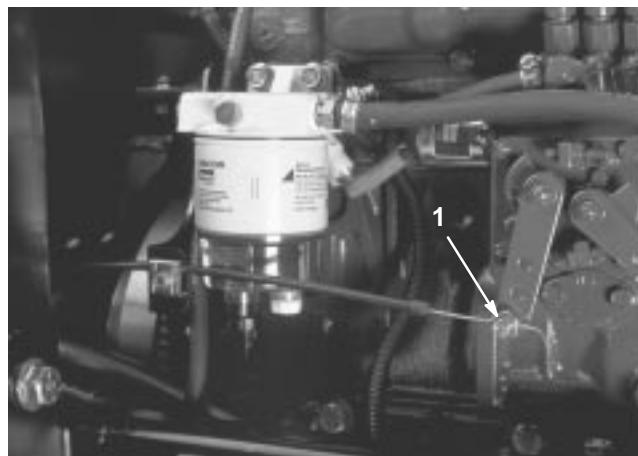

Figure 51
2. Desserrez le connecteur du câble d'accélérateur sur le bras du levier de la pompe d'injection (Fig. 51).